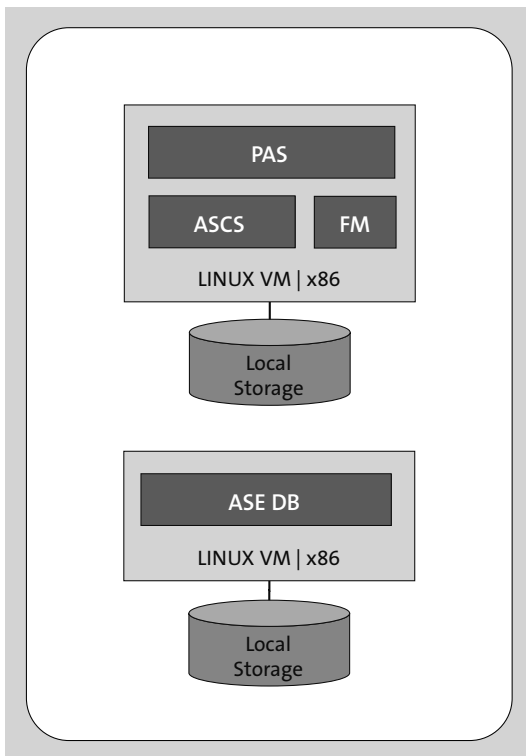

Abbildung 3.7 SAP-Applikation und Datenbank auf getrennten VMs
Eine weitere Ausprägung von Systemen auf diesem HA-Level sind SAP-Systeme mit dediziertem Datenbankserver wie in Abbildung 3.7. Hier befinden sich die zentralen Applikationsmodule wie der Primary Application Server (PAS), die ABAP Central Services (ASCS) und der Fault Manager (FM) auf einer virtuellen Maschine sowie die Datenbank (hier ein SAP ASE) auf einer eigenen virtuellen Maschine.